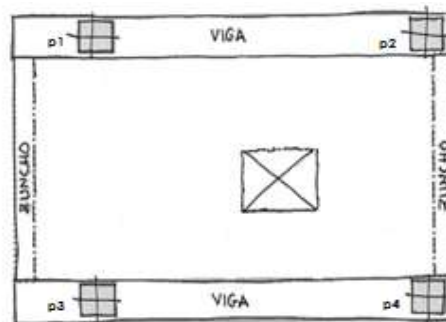

Figura 5: Forjado unidireccional con los pórticos que lo componen atados por zunchos. Fuente: Álvarez, M.A. (2018, p.228)
- Otro caso podría ser la disposición de las viguetas de los paños centrales a la parte izquierda y derecha del hueco (Figura 5), en dirección opuesta al voladizo. En este caso, el voladizo se resolverá con una losa.